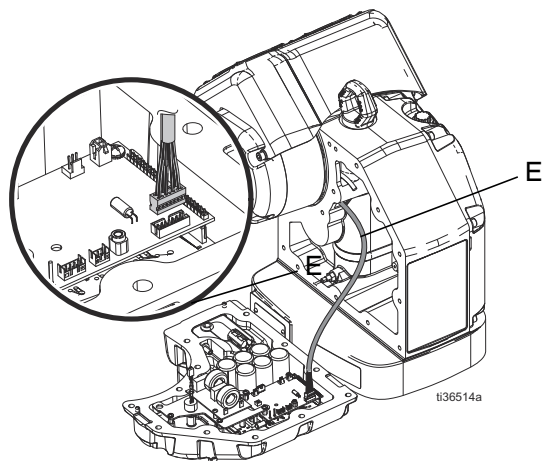

Abb. 21: Impulsgeberkabel
- Impulsgeberkabel (E). Siehe ABB. 21 auf Seite 18.